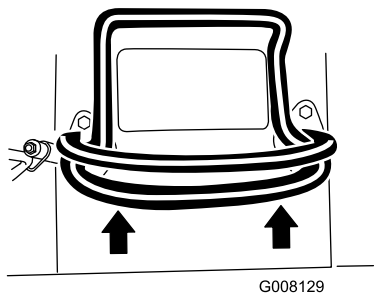

Figura 7
- Para conducir hacia adelante, mueva el control de tracción hacia adelante (Figura 7).